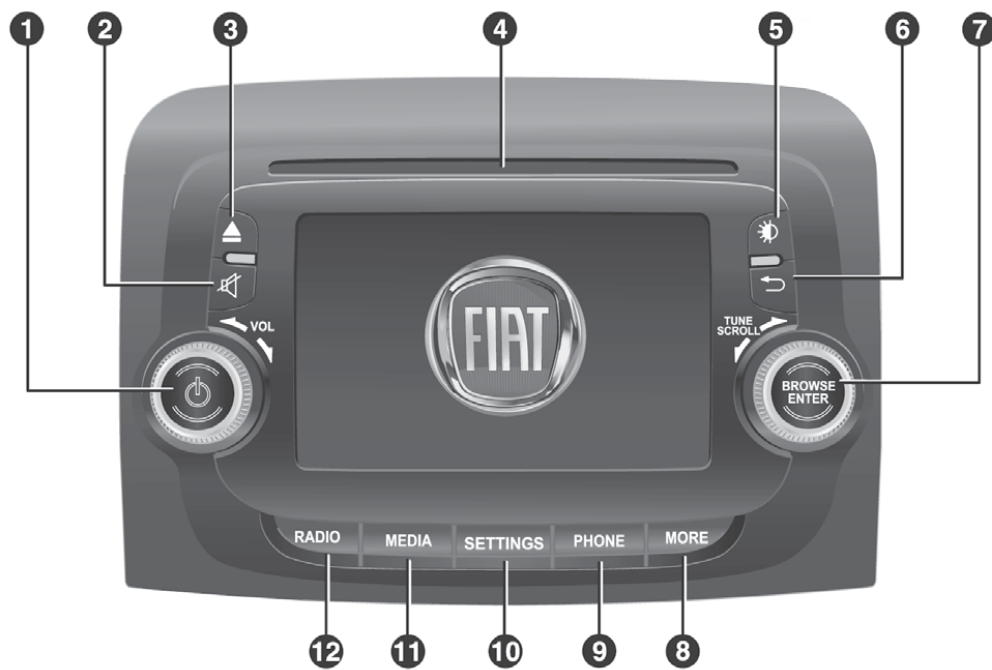

Abb. 1
Das System wird durch kurzes Drücken der Taste/des Drehgriffs  ON/OFF ein- bzw. ausgeschaltet (1 - Abb. 1).
Zum Aktivieren des Radiomodus die Taste RADIO (12 - Abb. 1) auf der Frontblende drücken.
- Drehen der Taste/des Drehgriffs BROWSE ENTER (7 - Abb. 1);